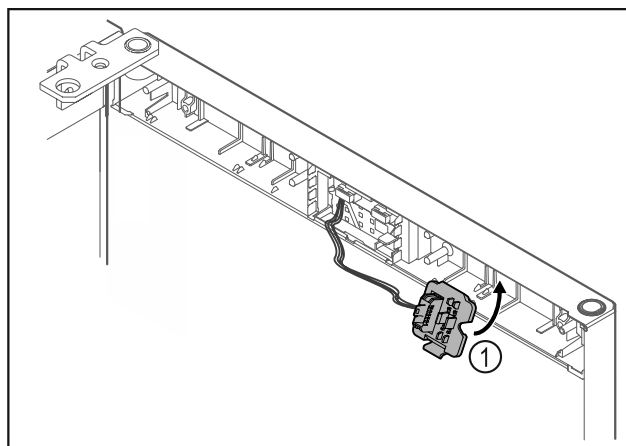

Fig. 17
- ▶ Držalo vtiča Fig. 17 (1) pritrdite na nasprotno stran.